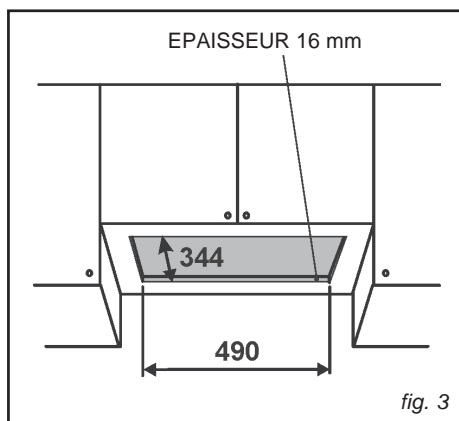

fig. 3
- Faites le trou nécessaire afin d'insérer l'appareil (Fig. 3). La base inférieure du meuble doit avoir une épaisseur de 16 mm.
- Insérez l'appareil dans le trou effectué (Fig. 3).
- Prévoyez l'alimentation électrique. Insérez l'appareil dans le trou effectué (Fig. 3).